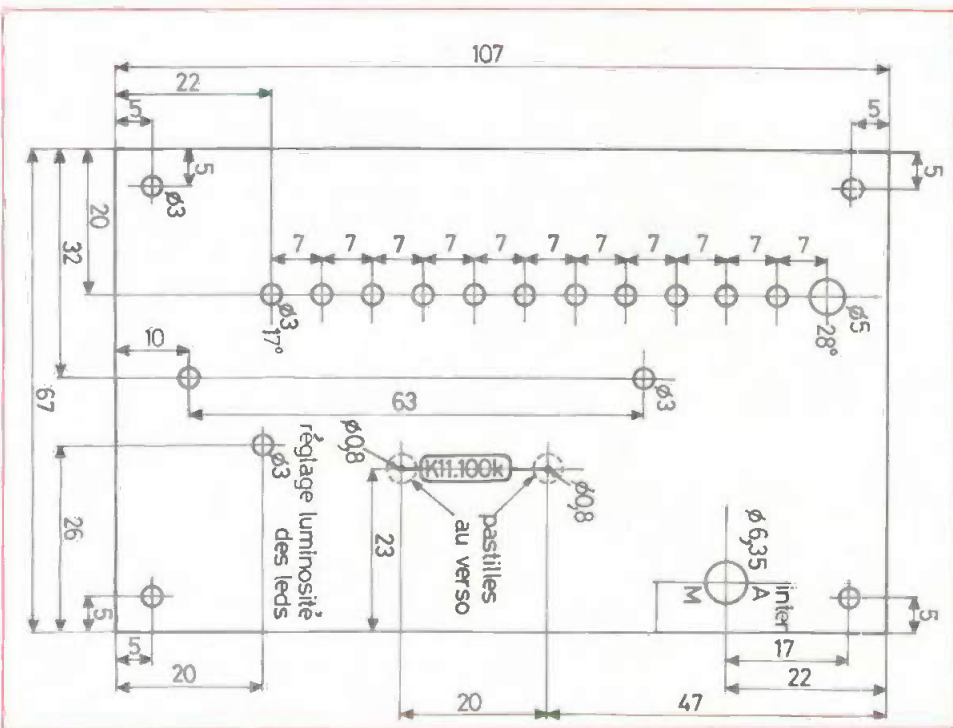
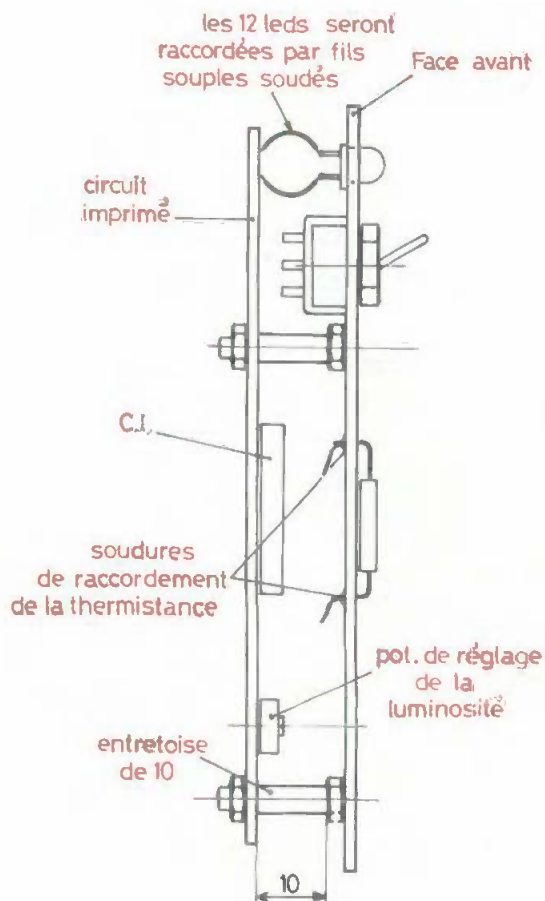

Fig. 4. – On pourra réaliser en verre époxy une plaque de la dimension d'un couvercle de boîtier P/2.
Fig. 5. - Montage mécanique de l'ensemble à l'aide d'entretoises.
En vous conformant au dessin de la figure 4 commencez par un tracé soigneux effectué à l'aide d'une pointe de compas, l'opération terminée pointez avec le maximum de précision l'emplacement des trous.
L'implantation explicitée par la figure 3 vous donne la marche à suivre pour réaliser le câblage. Les leds sont montées sur la face avant et fixées à l'aide d'une colle du type Scotch, de là, raccordez-les par des fils souples au circuit imprimé, faites de même pour la thermistance. La figure 5 montre l'assemblage final avant la mise en boîte, toutefois un dernier trou est à pratiquer sur l'un des côtés du coffret, permettant de sortir le cordon d'alimentation.
La figure 4 aidera pour la procédure de câblage. On commencera par les résistances, puis le transistor. Ensuite on n'oubliera pas les quatre straps. On terminera par le circuit UAA 170, en évitant de trop chauffer les pattes et les diodes LED (16) en respectant l'orientation des broches : la figure 5 montre le repère sur le corps plastique des LEDS.